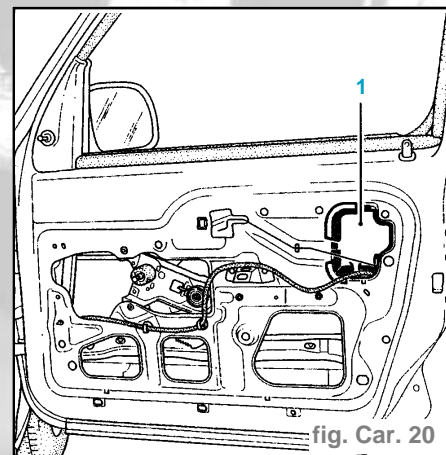

fig. Car. 20
- le cache anti-violabilité (1) de la serrure (fig. Car. 20),